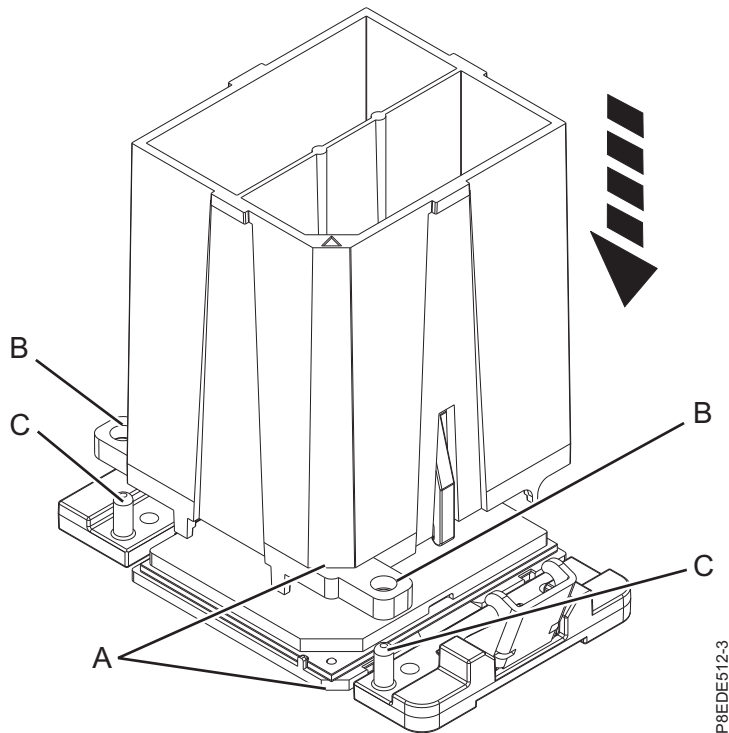

Abbildung 5. Ausbauwerkzeug auf das Systemprozessormodul herabsenken
- a. Richten Sie die abgeschrägte Ecke (**A**) des im Lieferumfang enthaltenen Werkzeugs an der abgeschrägten Ecke des Systemprozessormoduls aus, siehe Abb. 5 auf Seite 8.